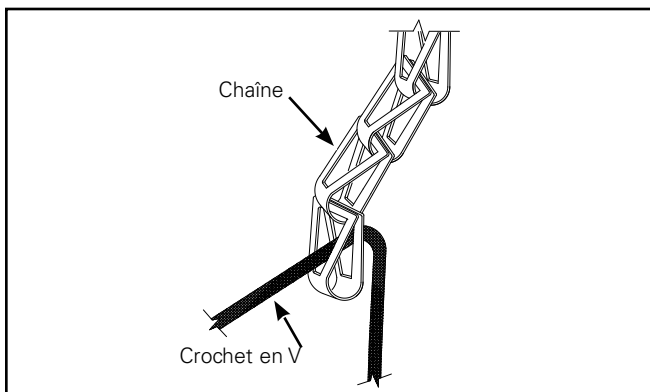

Figure 2.
1. Insérez le crochet en V dans le trou central du dernier maillon de la chaîne (Figure 2).